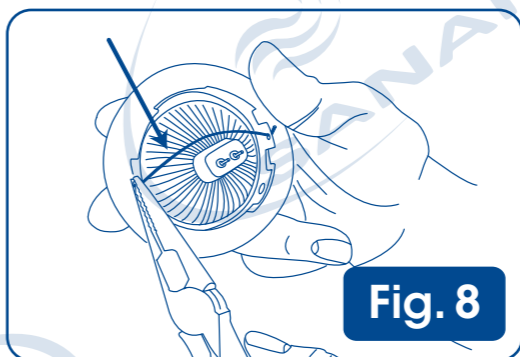

Fig. 8
5. Ayudándose con unas pinzas retire sin cortar el alambre de seguridad que detiene el foco tipo spot. (Fig. 8)